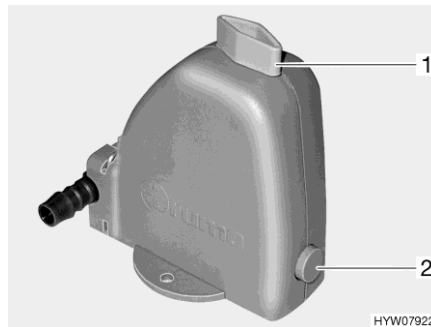

Fig. 53 Valve de sécurité et de vidange
Le chauffage est équipé d'une valve de sécurité et de vidange (Fig. 53). La valve de sécurité et de vidange évite que l'eau destinée à la préparation d'eau chaude ne gèle lorsqu'en cas de gèle, le chauffage n'est pas en marche.
- Fermer la valve de sécurité et de vidange. Tourner pour cela le bouton rotatif (Fig. 53,1) dans le sens transversal par rapport à la valve de sécurité et de vidange et enfoncer le bouton-poussoir (Fig. 53,2).
- Ouvrir la valve de sécurité et de vidange. Tourner le bouton rotatif (Fig. 53,1) dans le sens longitudinal par rapport à la valve de sécurité et de vidange. Le bouton-poussoir (Fig. 53,2) ressort. Le récipient d'eau sanitaire est vidé via la valve de sécurité et de vidange.